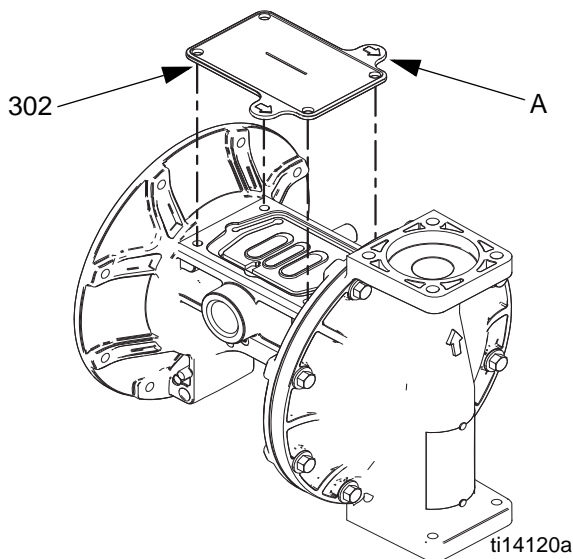

FIG. 9. Verktyg för vätskekåpa
- a. Se FIG. 9. Placera det medföljande verktyget (302) på den plats där luftventilpackningen (108) normalt ska sitta. Pilarna (A) måste peka i riktning mot den vätskekåpa som redan är fäst.